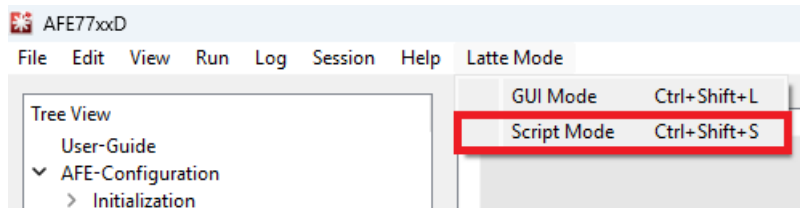

图 3-13. 切换到“Script Mode”
6. 在顶部，点击 *Latte Mode* 并导航至 *Script Mode*，如 图 3-13 中所示。